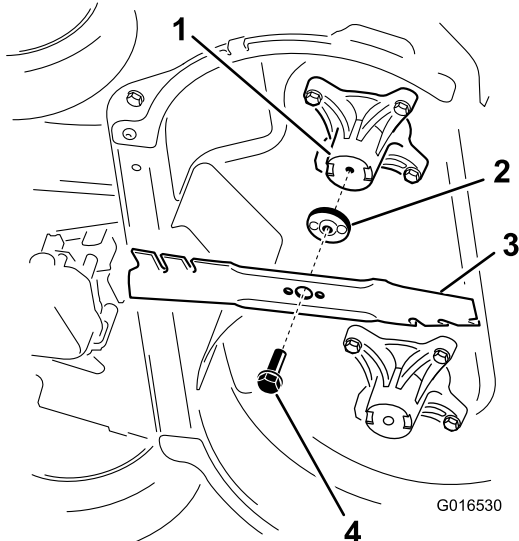

Рисунок 41
- Снимите каждый нож, как показано на Рисунок 41.
- Установите первый нож так, чтобы он находился в горизонтальном положении, вместе со всеми крепежными деталями, как показано на Рисунок 41.